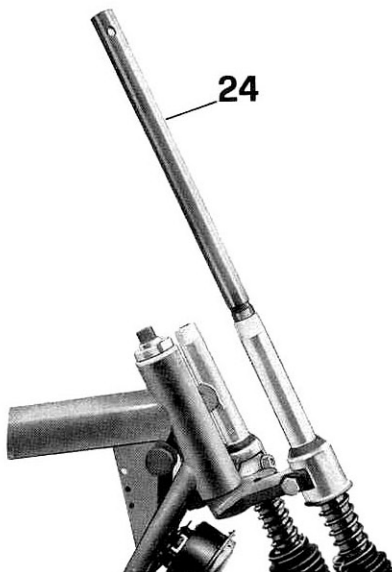
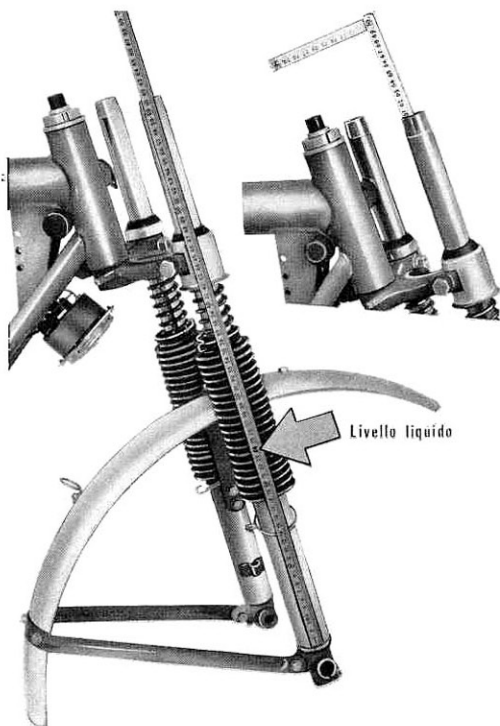

Fig. 78
Fig. 80
- sul cannotto e sui bracci della forcella la testa di sterzo; per questa operazione per infilare i bracci sui morsetti e testa di forcella adoperare apposito attrezzo n. 24912625 (24 di fig. 78) e avvitare: sul cannotto il dado con rosetta e sui bracci della forcella i tappi completi di anelli di tenuta;
- immettere nei bracci della forcella il liquido per ammortizzatori dopo aver avvitato i tappi di scarico (A) con guarnizione dai fori
per tappi di immissione (B) vedere fig. 79. Quantità di olio da immettere litri 0,125 per braccio, si consiglia "Shell Tellus 33" o consimili. Per il controllo del liquido nei bracci forcella, occorre infilare un metro nei suddetti bracci ed accertarsi che il suddetto metro venga infilato fino a cm 61, levare quindi il metro ed accertarsi che il livello del liquido si trovi a circa 24 cm, se non fosse a livello aggiungerne della medesima qualità (vedere fig. 80);